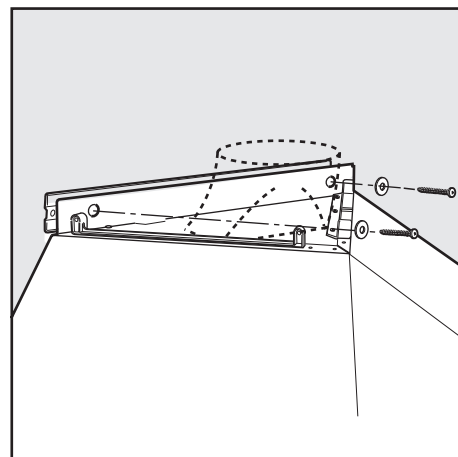

Fig. 10
- Fixez à l'aide de deux vis la hotte à la cornière supérieure (Fig. 10).